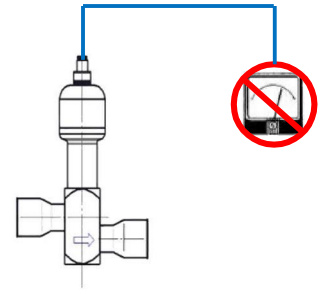

图 2
- 2、（图 2）请仅将阀门连接于合适的控制器/驱动器，勿直接与交流或直流电源连接。